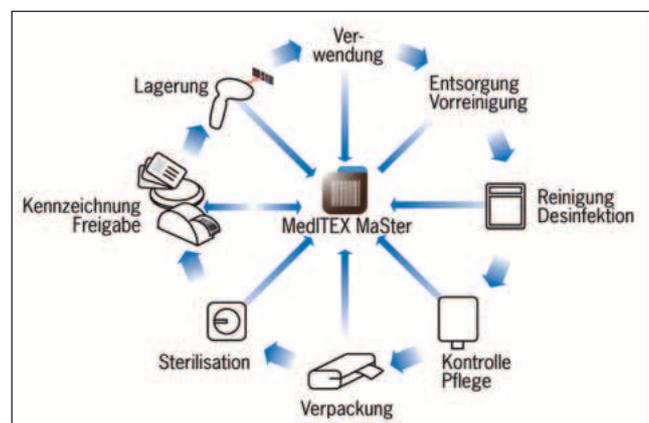

Abbildung 2: MedITEX Sterilgutkreislauf
**Abbildung 2:** Bildsequenz zur Biopsie: das vortretende Trophektoderm wird angesaugt und von der Blastozyste weggezogen (1), verbleibende Zellverbindungen werden mittels Laser durchtrennt (2), sodass das Biopsat schließlich separiert ist (3). Mit den roten Punkten markiert der OCTAX Target Pointer™ das Ziel im Okular.
Die Bedienung des OCTAX-Lasers erfordert keine Zusatzschritte, der Embryologe muss weder für die Positionierung noch für die Auslösung des Laserschusses die Hände vom Mikromanipulator nehmen. Für das Abtrennen des Biopsats sollte grundsätzlich eine längere Pulszeit (d. h. etwas höhere Energie) gewählt werden als zum Öffnen der Zona pellucida (Abb. 2).